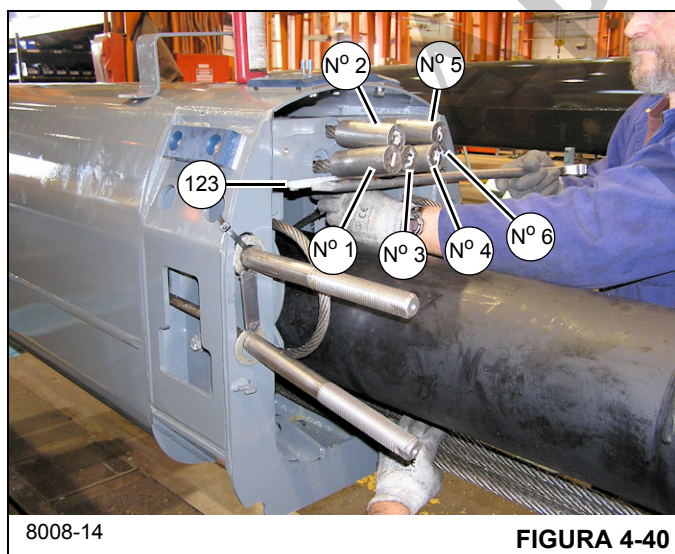
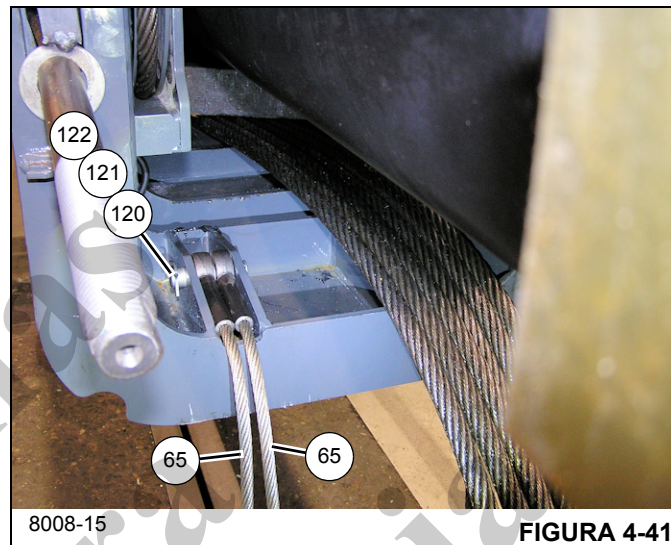

FIGURA 4-40
FIGURA 4-41
48. Instale a graxeira (106) no eixo da solda de montagem da polia (117) (lados esquerdo e direito). Adicione graxa até ela ser expelida através das polias.
49. Instale os dois cabos de extensão do telescópio 3 (150), etiquetados como 2 e 5, dentro dos pontos de fixação na parte traseira do telescópio 3 (4) (consulte a Figura 4-40).
50. Instale os quatro cabos de extensão do telescópio 3 (150), etiquetados como 1, 3, 4 e 6, dentro dos pontos de fixação na parte traseira do telescópio 3 (4) (consulte a Figura 4-40).
51. Monte a placa de desgaste do cilindro (123) na parte superior do ponto de fixação na parte traseira do telescópio 3 (4) usando os dois parafusos (124) e as arruelas de pressão (25) (consulte a Figura 4-40).
52. Puxe os seis cabos de extensão do telescópio 3 (150) até que se assentem dentro dos pontos de fixação na parte traseira do telescópio 3 (4).
53. Fixe o retentor do cabo (125) à parte traseira do telescópio 3 (4) usando os dois parafusos (124) e as arruelas de pressão (25).
54. Fixe os dois cabos de retração do telescópio 3 (65) à parte traseira do telescópio 3 (4) usando o pino (120), duas arruelas lisas (121) e dois contrapinos (122) (lados esquerdo e direito) (consulte a Figura 4-41).